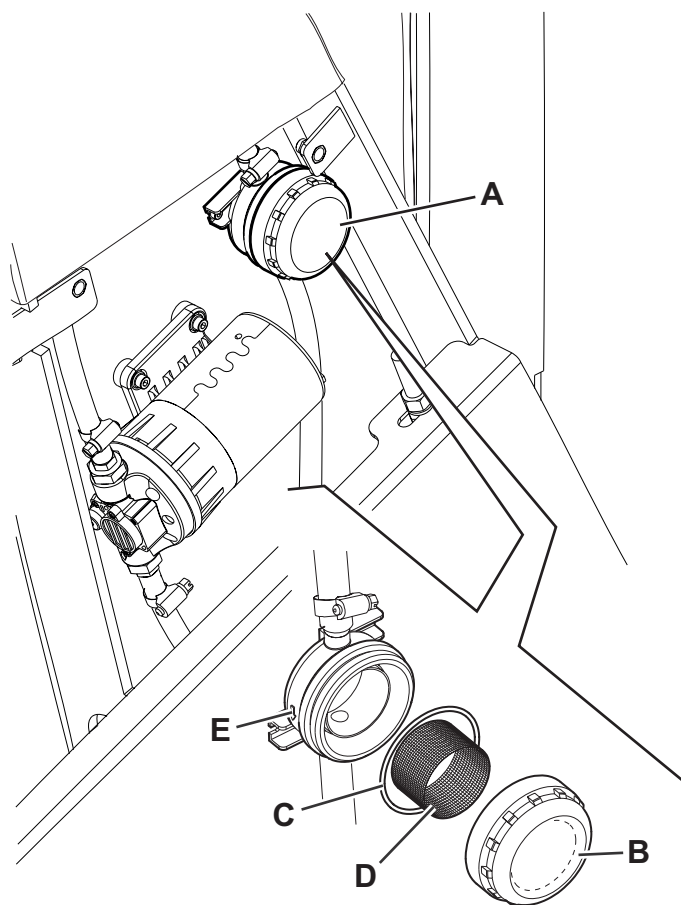

Рис. 22
2. Поверните ключ зажигания (51) в положение «0» и включите стояночный тормоз.
3. Поднимите и снимите левую боковую панель (32), чтобы добраться до узла водяного фильтра (А, Рис. 22) пылеулавливающей системы.
4. Открутите и снимите прозрачную крышку (В) с прокладкой (С), затем снимите сито фильтра (D).